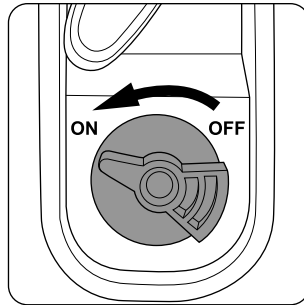

рис. 21
Поверните рычаг топливного крана (20) в положение «ON» («открыто»). (рис. 21)